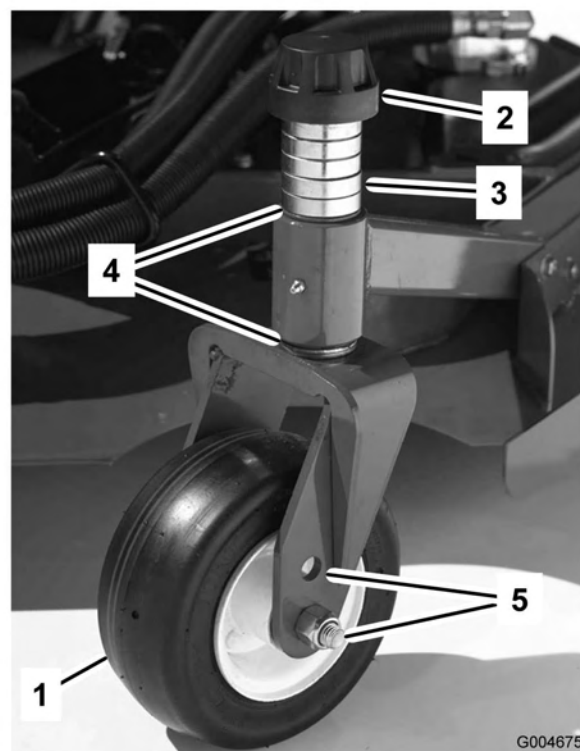
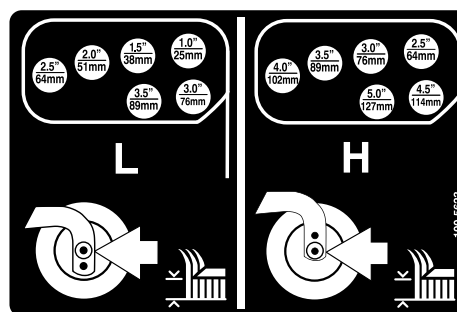
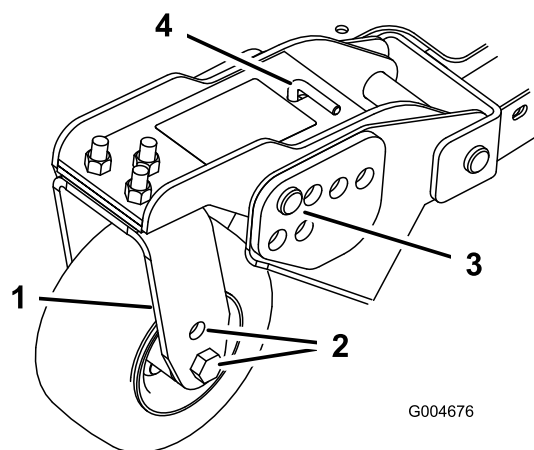

Figure 18
Figure 21
Figure 20
1. Placez les essieux des roues pivotantes dans les mêmes trous sur toutes les fourches (Figure 18 et Figure 20). Pour choisir les trous corrects pour la hauteur de coupe requise, reportez-vous au tableau suivant.
2. Enlevez le chapeau de tension de l'axe de pivot (Figure 18) et sortez l'axe du bras pivotant. Remplacez les 2 cales (3 mm) sur l'axe de pivot comme à l'origine. Elles sont requises pour que les plateaux de coupe soient parfaitement de niveau sur toute la largeur. Placez le nombre requis d'entretoises de 13 mm sur l'axe de pivot pour obtenir la hauteur de coupe voulue, puis ajoutez la rondelle.
4. Enlevez la goupille fendue et les axes de chape des bras pivotant (Figure 20).
5. Tournez la tige de tension pour élever ou abaisser le bras de pivot jusqu'à ce que les trous soient en face de ceux du support de hauteur de coupe sélectionnés dans le bâti du plateau de coupe (Figure 20 et Figure 21).